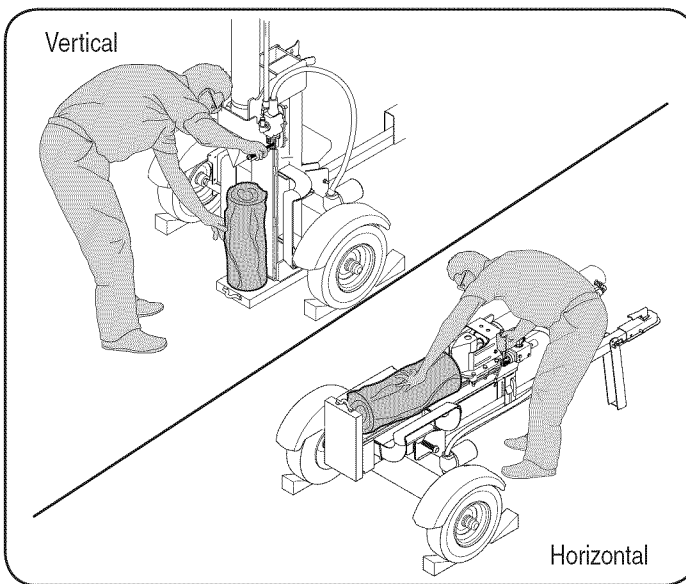

Figura 12
2. Trabe las dos ruedas por delante y por detrás. Vea la Figura 12.
3. Párese delante de la unidad para operar la manija de control y estabilizar la madera. Vea la Figura 12.
2. Párese detrás del tanque de depósito para operar la manija de control y estabilizar la madera. Vea la Figura 12.